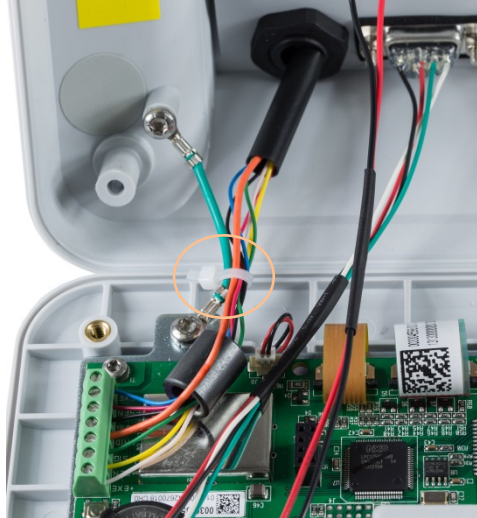

Abbildung 2-20: Stifferung der analogen Wägezelle und Ferritperleninstallation, IND231
1. Das Wägezellenkabel wird entsprechend Abbildung 2-20 in das Gehäuse geführt.